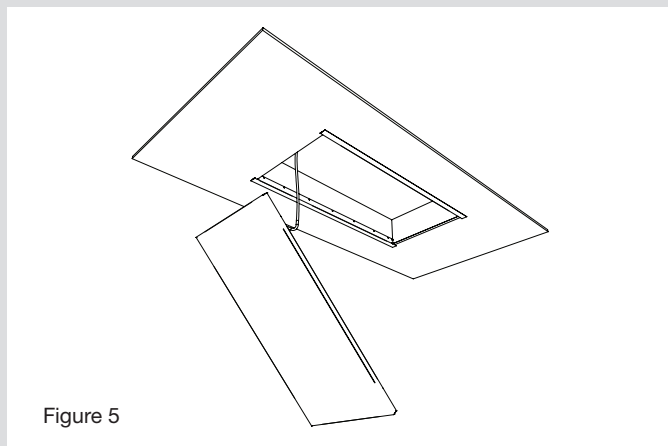

Figure 5
4. Faire le branchement électrique (Fig.5).